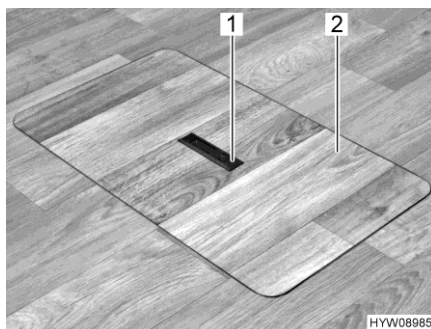
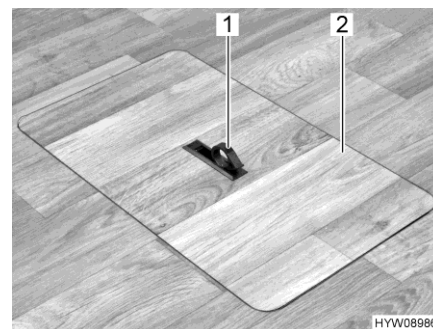

Bild 45 Lock för golvförvaringsfacket (handtag sänkt)
Bild 46 Lock för golvförvaringsfacket (handtag utsvängt)
- Tryck nedåt på ena sidan av gripplattan (Bild 45,1). Handtaget (Bild 46,1) svängs upp.
- Ta bort locket (Bild 46,2) uppåt.
- Sätt locket (Bild 46,2) i ramen i golvet.